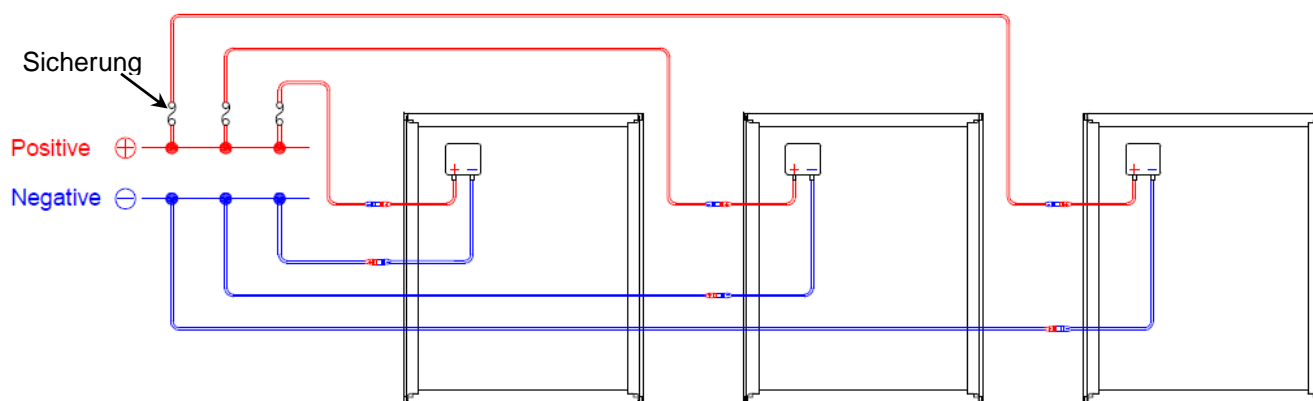

Abb.10 Parallelschaltung
- Zum Verstärken des Stroms können die PV-Module parallelverkabelt sein. Dazu werden alle Pluskabel miteinander verbunden, sowie separat auch alle Minuskabel (Abb. 10).